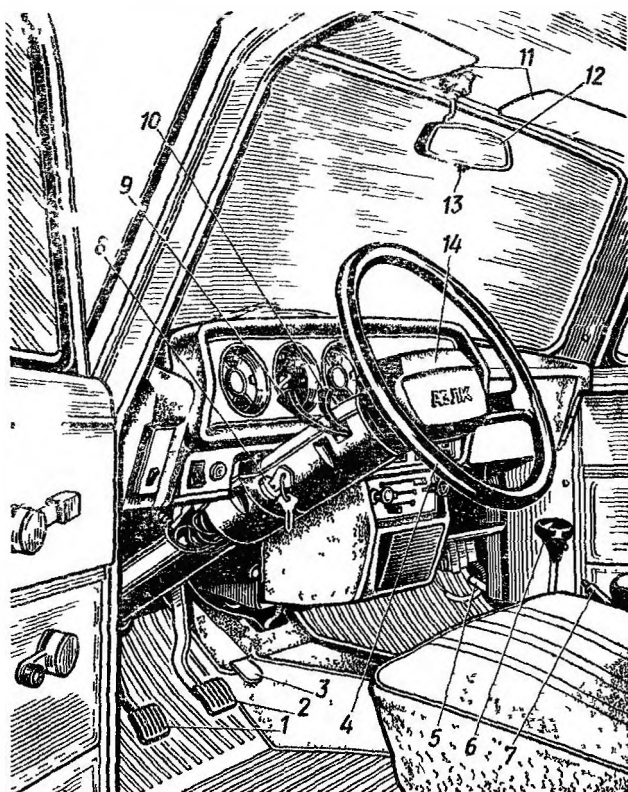

Рис. 4 Органы управления и оборудование места водителя:
**Рулевое колесо 4** (рис. 4) с утопленной ступицей.
**Рычаг 9** (см. рис. 4) переключателя света фар функционирует только при включенной клавише наружного освещения. Рычаг фиксируется в трех положениях: верхнее (от себя) — фары включены; среднее — включен ближний свет; нижнее (к себе) — включен дальний свет, о чем сигнализирует лампа синего света на панели приборов.